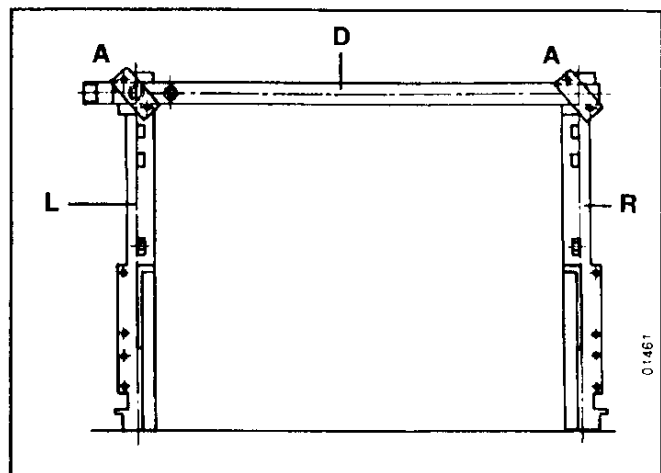

Fig. 1
Le corps de chauffe est composé de trois types d'éléments: un élément d'extrémité gauche (L), les intermédiaires (M) et un élément d'extrémité droite (R) (Fig. 1 et 13).